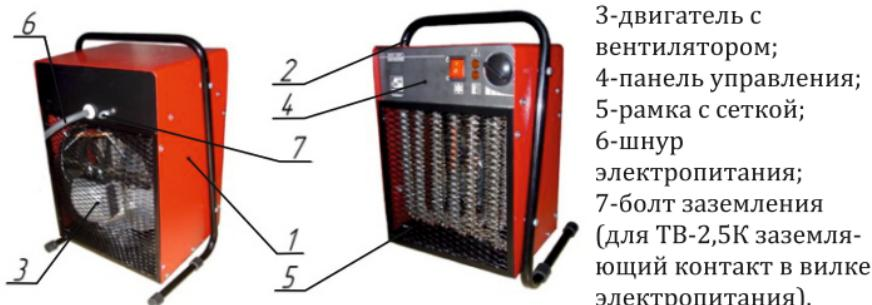

Рис.1 - Тепловентилятор
- 5.1. Несущая конструкция тепловентилятора (см. рис.1) состоит из корпуса (1) и ручки – ножки (2). Двигатель с вентилятором (3) расположен в задней части тепловентилятора. Блок управления смонтирован на основании, расположенном в корпусе. Органы управления вынесены на панель основания (4). Внутри корпуса расположены оребрённые трубчатые электронагревательные элементы, закрытые с лицевой стороны тепловентилятора рамкой с сеткой (5).
- 5.3. Электрическая схема тепловентиляторов приведена на рис.1 Приложения.
**В целях безопасности тепловентилятор должен быть заземлён гибким медным проводником сечением не менее 1,5мм2, надёжно закрепленным гайкой между плоскими шайбами на болте заземления (7) (см. рис.1).**